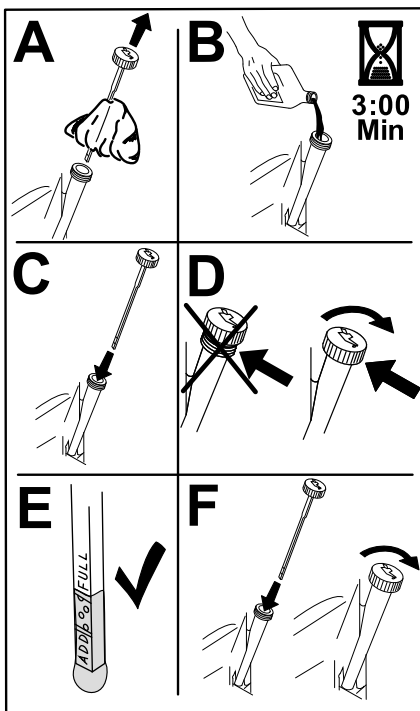

Figure 44
5. Versez lentement environ 80 % de l'huile spécifiée dans le tube de remplissage, puis faites l'appoint lentement jusqu'à ce que le niveau atteigne le repère maximum (Full) (Figure 44).